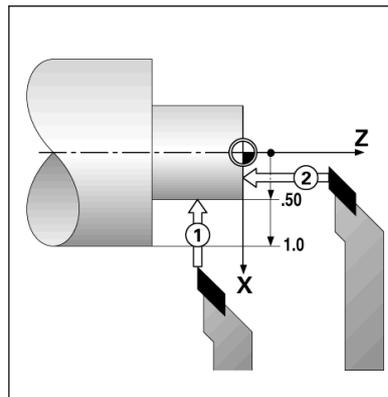

Fig. I.25 Determinar un origen en una pieza
**Ejemplo: Determinar un origen en una pieza.** Ver Fig. I.25.